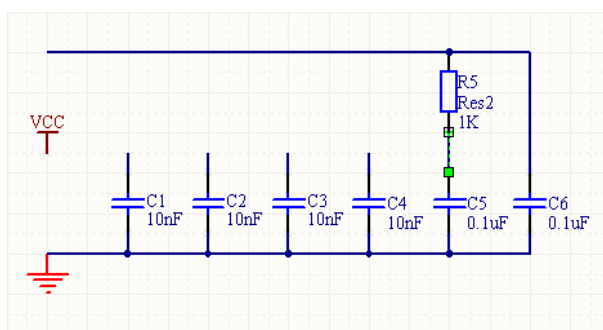

图 3.33 调整导线后的电路图
(4) 单击“C5”上端的导线，将其选中，移动鼠标到选中导线的上端点，当鼠标变为形时，按住鼠标左键，向上拖动鼠标，将导线上端与电阻“R5”下端接点连接起来，如图 3.33 所示。